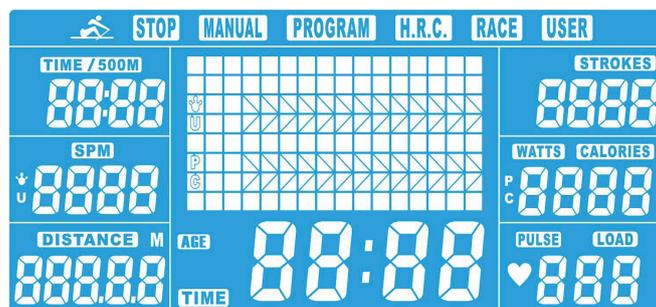

Abbildung 1
1. Montieren Sie den hinteren Standfuß (13) an der Laufschiene (19), in dem Sie die Platte (95) mit drei Federscheiben (74) und drei Inbusschrauben (87) befestigen – siehe Abbildung 1.
Alle Segmente werden für 2 Sekunden auf dem Display angezeigt (Abb. 1). Dann gelangen Sie zu der Nutzer-Auswahl (USER).